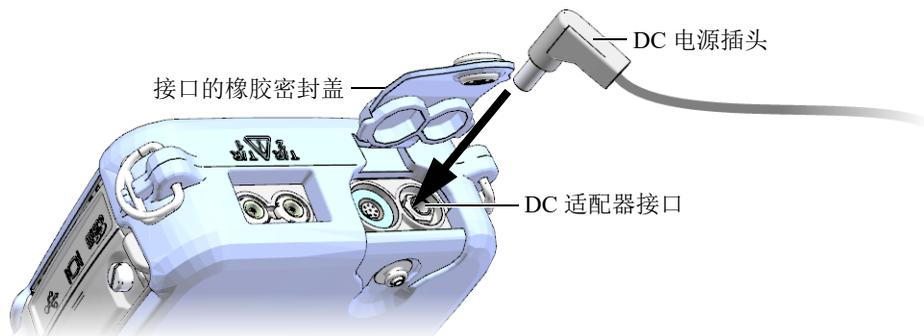

图 2-3 接入 DC 电源插头
2. 在 38DL PLUS 仪器上，打开 38DL PLUS 仪器顶部盖住 DC 适配器接口的橡胶密封盖（参见第 39 页的图 2-3）。
3. 将充电器 / 适配器的 DC 电源插头插入到 DC 适配器接口中（参见第 39 页的图 2-3）。